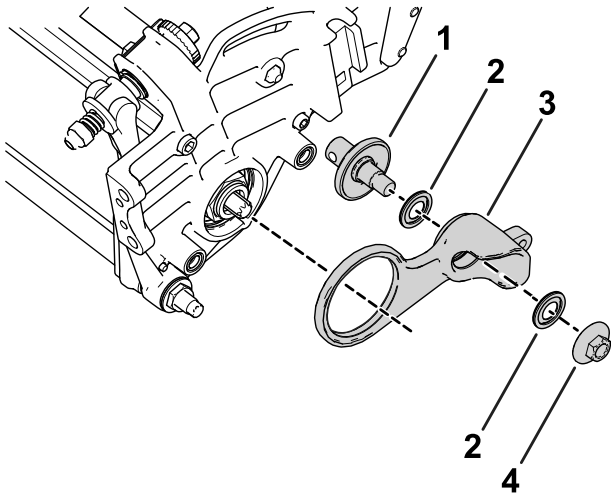

Рисунок 10
1. Установите свободные части на натяжной ролик в сборе, как показано на Рисунок 10.